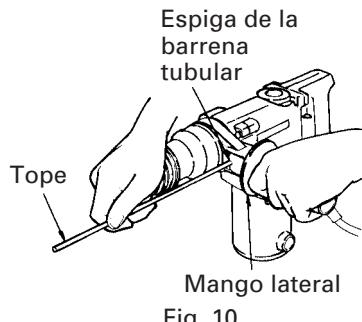

Fig. 10
- (1) Escoger una broca destornillador apropiada y emplear tornillos con cabeza +, en lo posible, debido a que los tornillos con cabeza - hacen que se zafe fácilmente el destornillador.
- (2) Atornillado
6. Modo de usar el tope (Fig. 10)